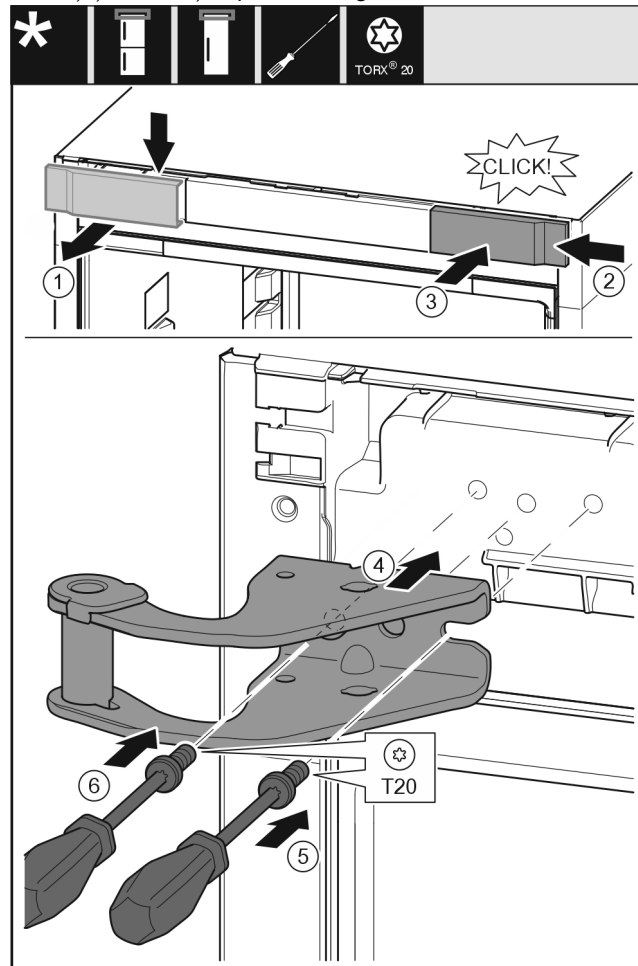

Fig. 19
- ▶ Detașați apărătoarea de sus spre înainte. Fig. 19 (1)
- ▶ Acroșați pe cealaltă parte din dreapta capacul rotit cu 180°. Fig. 19 (2)
- ▶ Fixați în poziție apărătoarea. Fig. 19 (3)
- ▶ Așezați suportul de lagăr superior. Fig. 19 (4)
- ▶ Așezați și înșurubați ferm șurubul cu șurubelnița T20. Fig. 19 (5)
- ▶ Introduceți și înșurubați ferm șurubul cu șurubelnița T20. Fig. 19 (6)